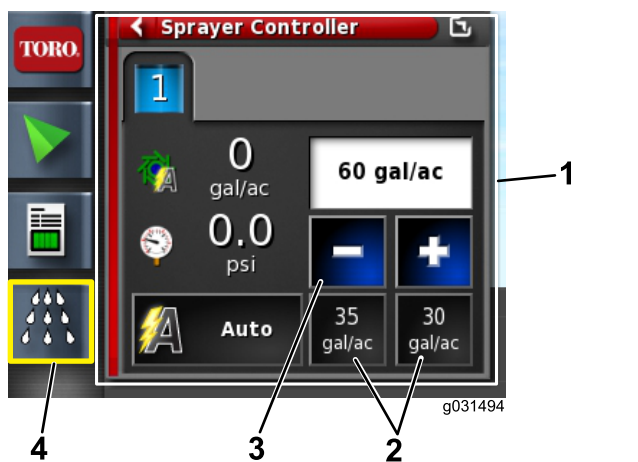

图 129
4. 如果喷洒率错误请按“预设喷洒率”图标更改喷洒率再按“减少”和“增加”图标以递增方式更改喷洒率或选择当前喷洒率字段并用显示屏键盘输入喷洒率图 129和图 130。